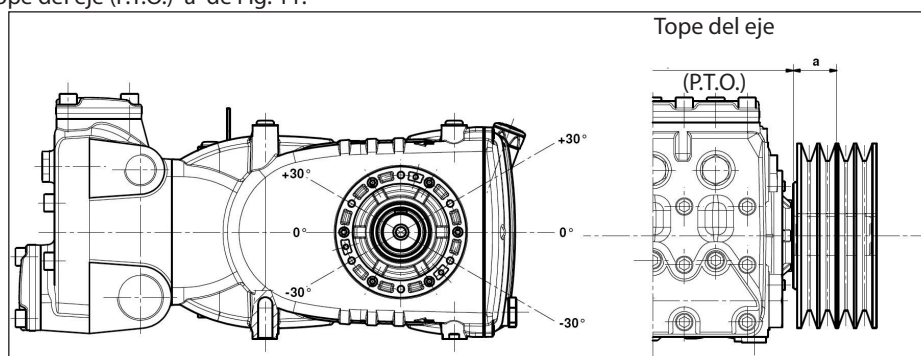

Fig. 11
La carga radial sobre el eje no debe ser superior a 7500 N (valor necesario para definir el Layout). La transmisión es considerada adecuada si tal carga es aplicada a una distancia máxima **a = 40 mm** del tope del eje (P.T.O) como se indica en la Fig. 11.
- b) Utilizar correas de alto rendimiento – por ejemplo **XPB** en lugar de **SPB** – ya que resultará necesario una cantidad inferior de correas en paridad de potencia transmitida y una consecuente distancia inferior de la resultante con respecto al tope del eje (P.T.O.) “a” de Fig. 11.
- e) Seguir la dirección del tiro de la correa como se indica en la Fig. 11 para exigencias diferentes ponerse en contacto con la **Oficina Técnica** o el **Servicio de Asistencia al Cliente**.